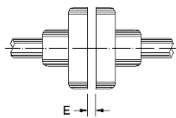

Figura 4.14: Holgura axial del acoplamiento (E)
Alinear cuidadosamente las puntas de eje y, siempre que sea posible, usar acoplamiento flexible, dejando una holgura (E) mínima de 3 mm. entre los acoplamientos, conforme es mostrado en la Figura 4.14.